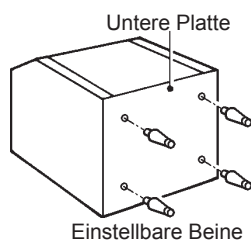

Abb. 3
- 1) Die vier mitgelieferten Beine (Behälterzubehör) ganz in die Unterseite des Vorratsbehälters hineinschrauben. Siehe Abb. 3.